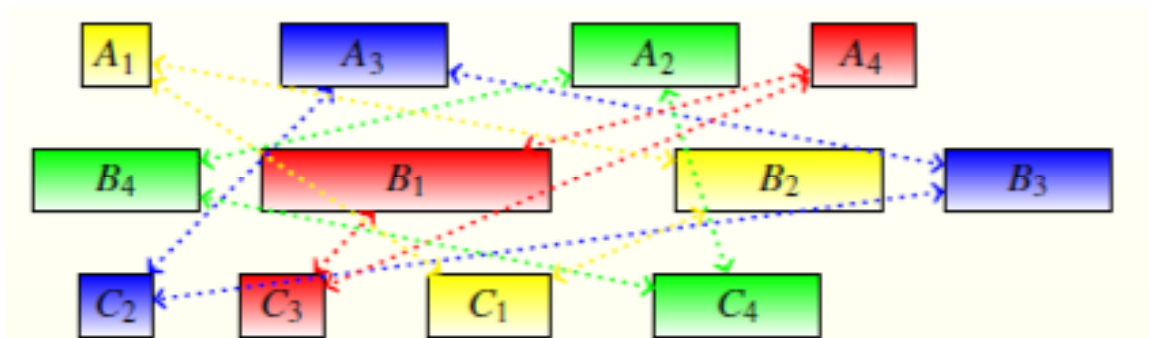

Figure 1. Exemple d'open shop à 3 produits, 4 étapes et 4 machines.
**Exemple :** Soit un atelier en open shop comportant 3 produits A, B et C à réaliser. Chaque produit nécessite 4 étapes (numérotées de 1 à 4) et il y a 4 ressources disponibles. Ce problème peut être représenté par le schéma de la figure 1. Dans cette figure, le rectangle  $A_i$  représente l'étape  $i$  du produit A (idem pour les produits B et C) et la longueur de chaque rectangle représente la durée de l'étape associée. De plus, les arcs en pointillé représentent les contraintes de partage de ressources disjonctives.